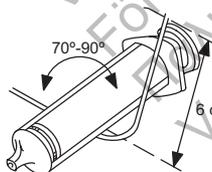

Figura 3. Curvar o estilete
2. Seleccione um estilete de acordo com a função e rigidez pretendida. Se desejar, curve o estilete com um instrumento esterilizado e de superfície lisa (p. ex., uma seringa de 10 ou 12 ml) (Figura 3 na página 16). Durante a utilização do estilete, é menos provável que uma curva suave se endireite do que uma curva acentuada.